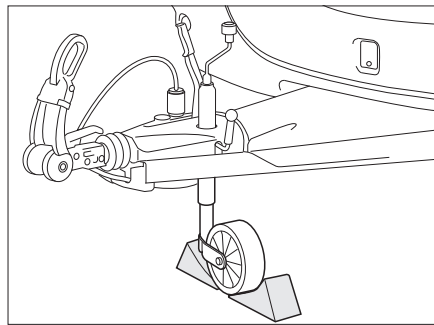

Fig. 180 Bloquer la roue d'appui
- Placer la roue d'appui de manière perpendiculaire au sens de la marche et la bloquer avec des auxiliaires adéquats (Fig. 180).